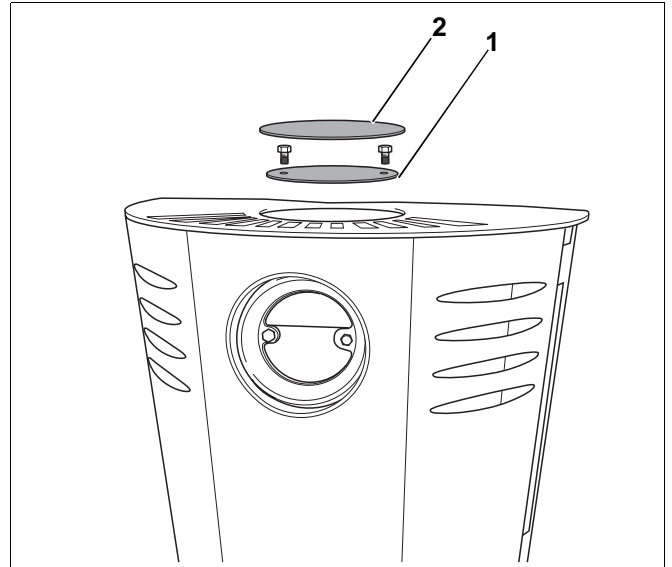

Abb. 12 Abdeckplatte und Abdeckblende
- Abdeckplatte (Abb. 12, **Pos. 1**) am Abgasanschluss Oberseite mit den 2 Schrauben befestigen.
- Neue Abdeckblende (Abb. 12, **Pos. 2**) in die Aussparung oben legen.